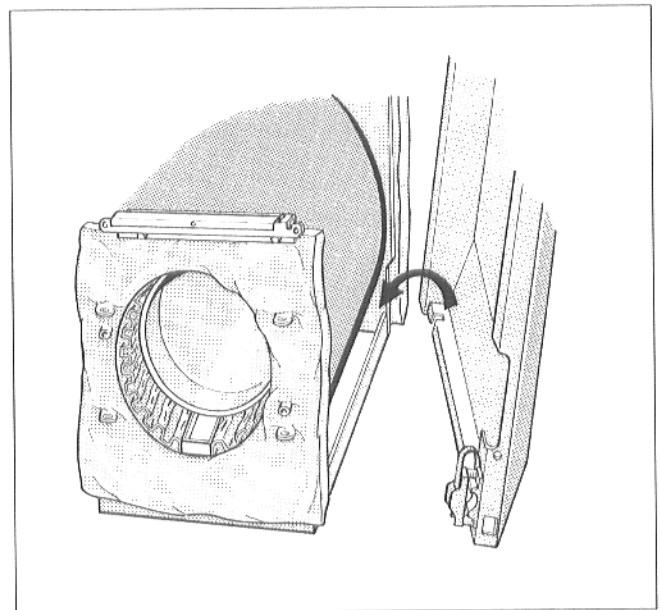

Abb. 9
- Linke und rechte Seitenwand mit unterer Abkantung unten in Winkelleiste des Kesselrahmens einsetzen (Abb. 9).